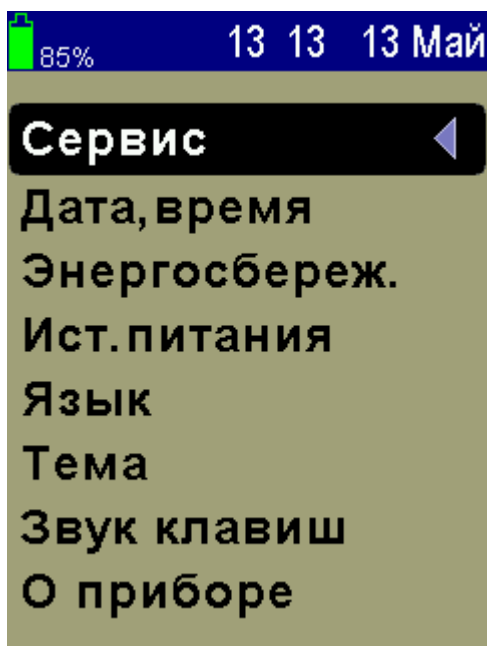

Рисунок 3.12
3.5.3 Пункт главного меню «Сервис» (рисунок 3.12) позволяет перейти к следующим подменю: